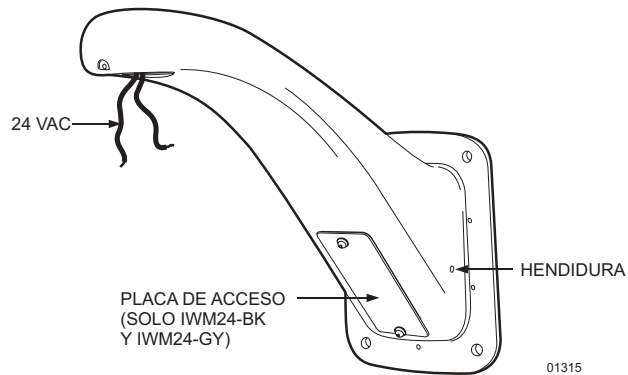

Figura 1. Soporte Series IWM24
1. Suelte los dos tornillos de cabeza Phillips, y remueva la placa de acceso del fondo del brazo de soporte. Refiérase a la Figura 1.
- Ubique el inicio del taladro (los hoyos) en cada lado del soporte (refiérase a la Figura 1).